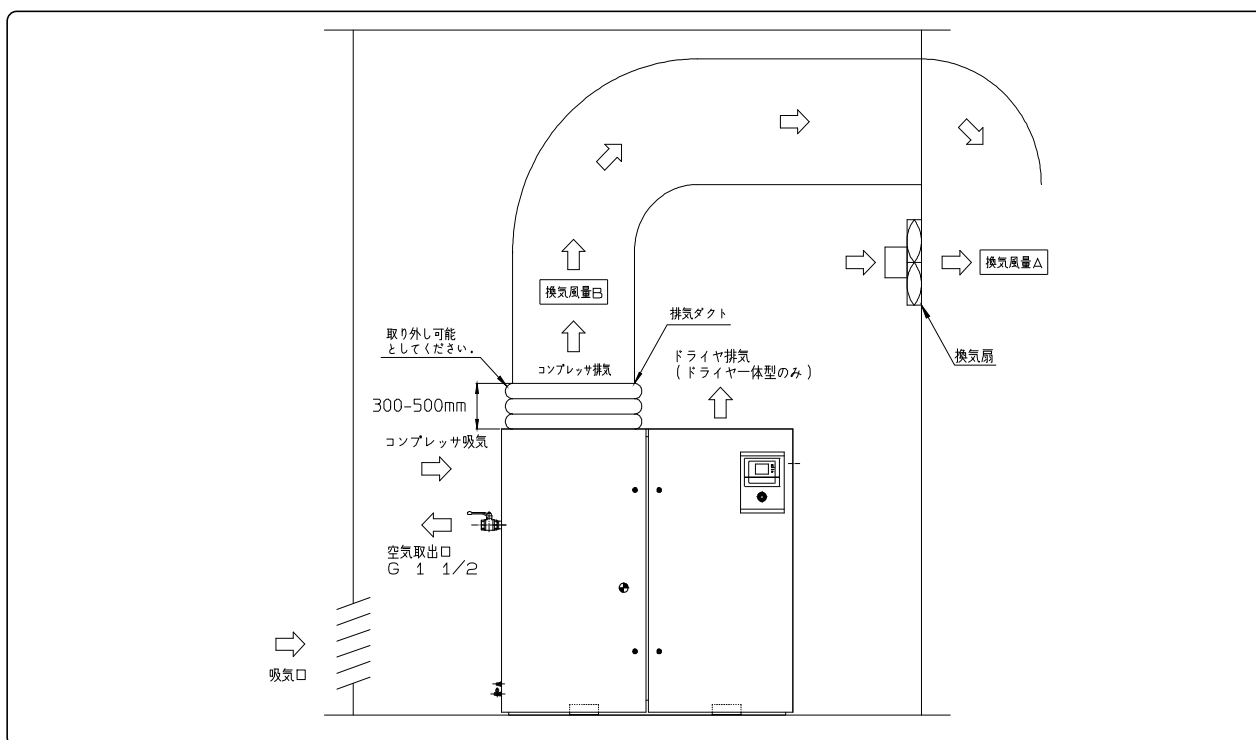

図4.5 局所換気①イメージ
- 2) 電装箱の排気、およびドライヤー体形でのドライヤ排気口には排気ダクトを設けずに全体換気としてください。図4.5を参照ください。
- ◆ 排気ダクトに換気扇を取り付けない場合は、コンプレッサの天井と排気ダクトは隙間を開けないでください。(図4.5 局所換気①)